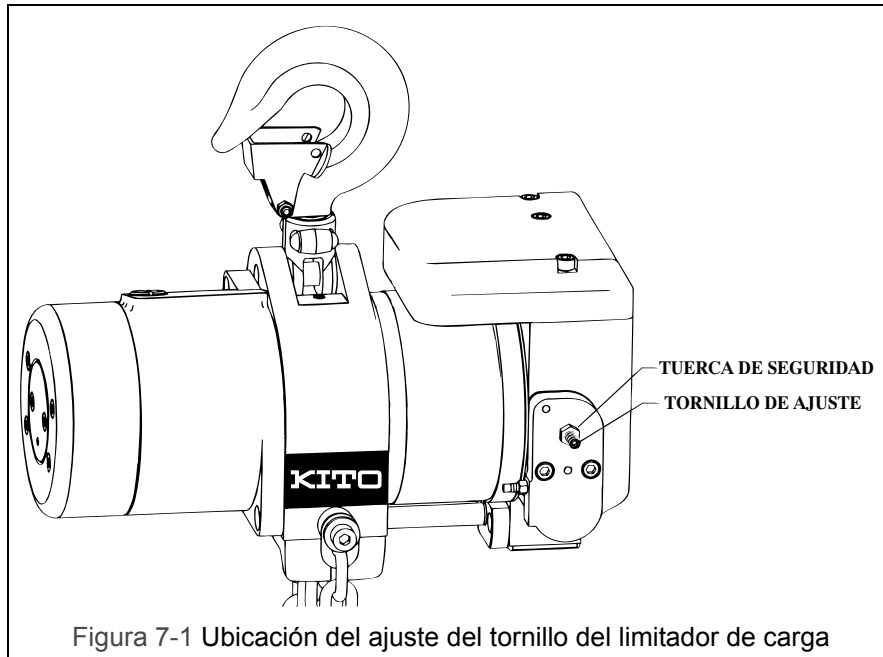

Figura 7-1 Ubicación del ajuste del tornillo del limitador de carga
- Para el procedimiento de ajuste: OUT (FUERA) significa la dirección en contra del sentido del reloj (CCW), e IN (DENTRO) significa la dirección en el sentido del reloj (CW).
- 2) Consulte la Figura 7-1. Afloje la tuerca de seguro y lentamente gire el tornillo de ajuste "OUT" hasta que esté flojo y ya no haga contacto con el resorte interno del limitador de carga- cuando esto ocurre el tornillo se puede girar más fácil. Deje de girar el tornillo una vez que esté flojo y sea fácil girarlo.